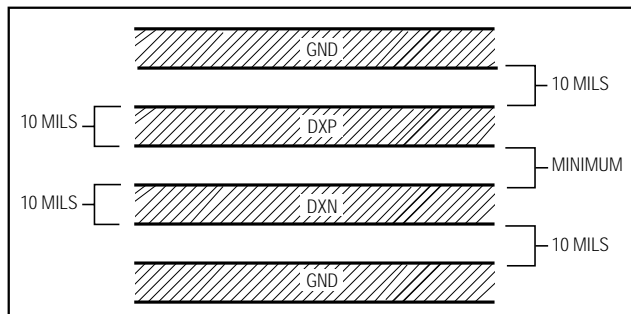

図2. 推奨DXP/DXNプリント基板トレース
- 4) DXP-DXNトレースのどちらかの側でガードトレースをGNDに接続して下さい(図2)。ガードトレースが所定の位置にあれば、高電圧トレースの近くに配線しても問題はありません。
- 7) 広いトレースを使用して下さい。狭いトレースは誘導性が強く、放射ノイズを拾いやすくなります。図2で推奨されている0.25mmの幅と間隔は必ずしも必要ではありません(これによるリーク電流とノイズの改善は僅かです)。しかし、可能な限りこれに従って下さい。